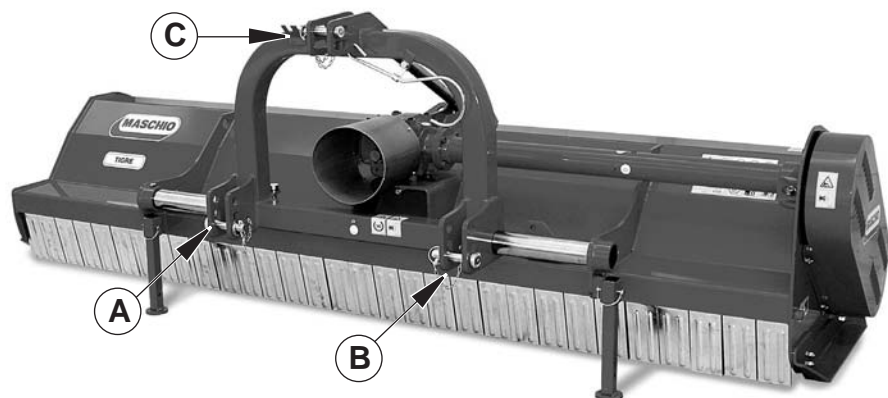

Fig. 7
Le piastre (A-B-C Fig. 7) vanno montate sempre e solo come illustrato in Fig. 7 con i fori posizionati anteriormente al tubo quadro.
Pladerne (A-B-C Fig. 7) skal altid udelukkende monteres som vist på Fig. 7 med hullerne placeret foran det firkantede rør.
- 1) Accostare le barre del sollevatore ponendole all'interno delle piastre (A-B-C Fig. 7), inserire il perno nel foro predisposto e bloccare con le copiglie a scatto.
- 4) Collegare il terzo punto superiore (C Fig.7) ed effettuare una corretta regolazione con il tirante, verificando che il piano superiore della macchina risulti parallelo al piano terra.
- 1) Placer liftens arme og placer dem i pladerne (A-B-C Fig. 7), sæt tappen ind i det passende hul og bloker med snap-blindpropperne.
- 4) Tilslut det tredje øverste punkt (C Fig. 7) og foretag en korrekt justering med håndtaget, sådan at maskinens øverste flade befinder sig parallelt med den nederste.